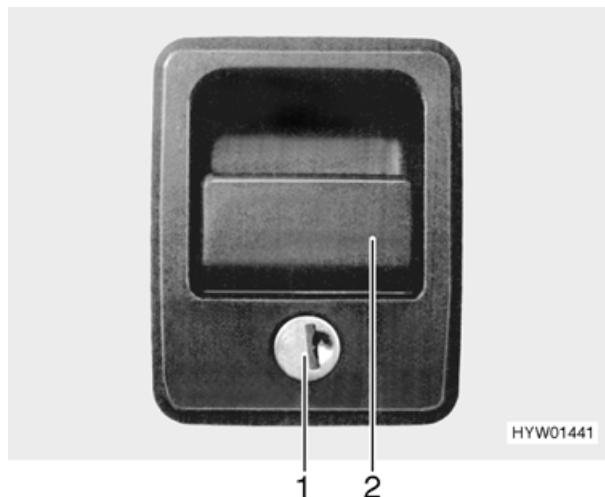

Fig. 19 Serratura dello sportello (variante 2)
- Inserire la chiave nel cilindro della serratura (Fig. 19,1) e girare in senso antiorario di un quarto di giro. La serratura dello sportello è aperta.
- Tirare la maniglia della serratura (Fig. 19,2). In questo modo si apre lo sportello esterno.